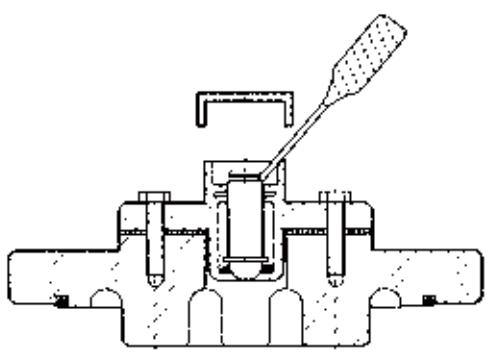

Рисунок 41 Использование клапана E1
- 2) Отверткой поддеть шток клапана E1 для выпуска воздуха из-под крышки головки устройства РПН (Рисунок 41).